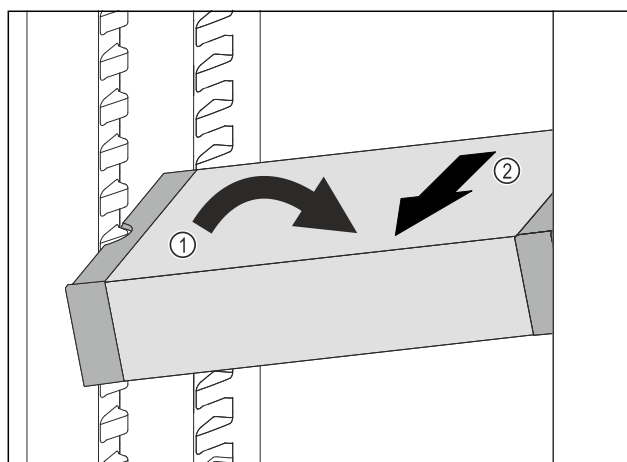

Fig. 173
- Vendosni VarioSafe pjerrtas në pjesën e ftohjes. Fig. 173 (1)
- Hiqni VarioSafe për nga përpara. Fig. 173 (2)